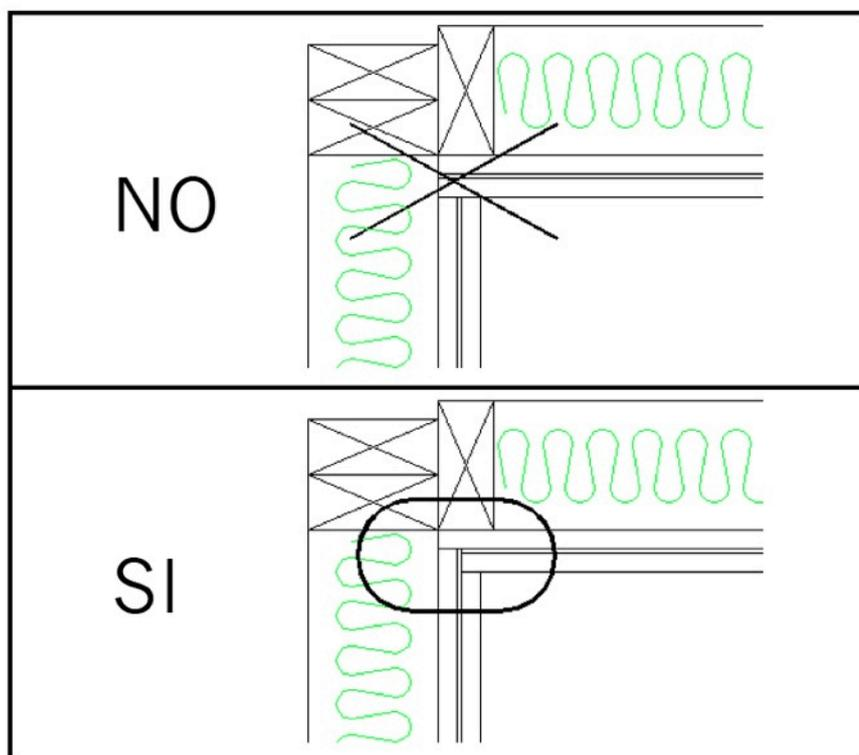

Fig 5.1 Sovrapposizione materiali
- Quando sovrapponetevi gli strati di materiale per formare la contro-parete (cartongesso, Sheetblok o altro), procedete per livelli. Nel senso che dovete posizionare prima il primo strato al primo muro, poi il primo strato all'altro muro, fino a stendere il primo strato di materiale su tutta la superficie della sala. Solo a questo punto si inizia a montare il secondo strato a tutti i muri e così via. (Fig. 5.1) Evitate di terminare tutti gli strati di una parete e poi passare alle altre. Ci sarebbero più fessure alle giunture tra le pareti e quindi una maggiore trasmissione sonora. Montando prima ogni strato in tutte le pareti riuscirete a sigillarle meglio (ricordatevi di sigillare le giunture con silicone o StopGap).